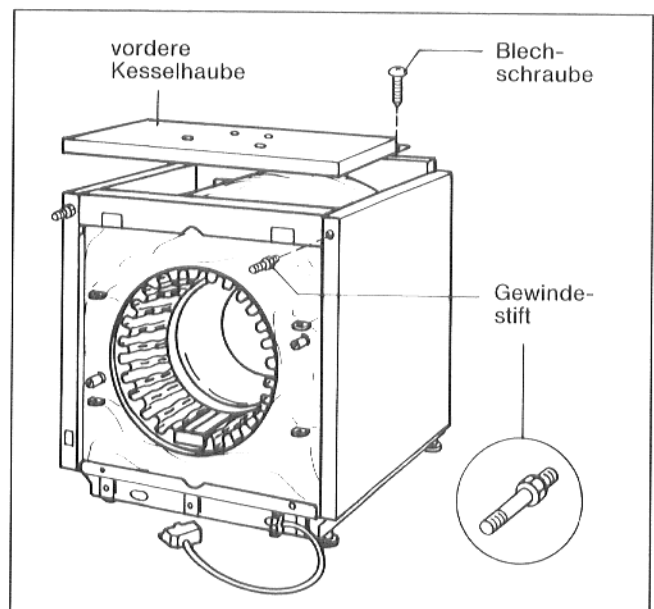

Abb. 12
- 2 Gewindestifte ⑮ durch die Abkantung der Seitenwände in die vordere Befestigungsleiste einschrauben und mit Kontermutter sichern (Abb. 12).
- Vordere Kesselhaube ⑦ auf Seitenwände auflegen, nach vorne schieben und mit 2 Blechschrauben von oben in den Seitenwandabkantungen anschrauben.